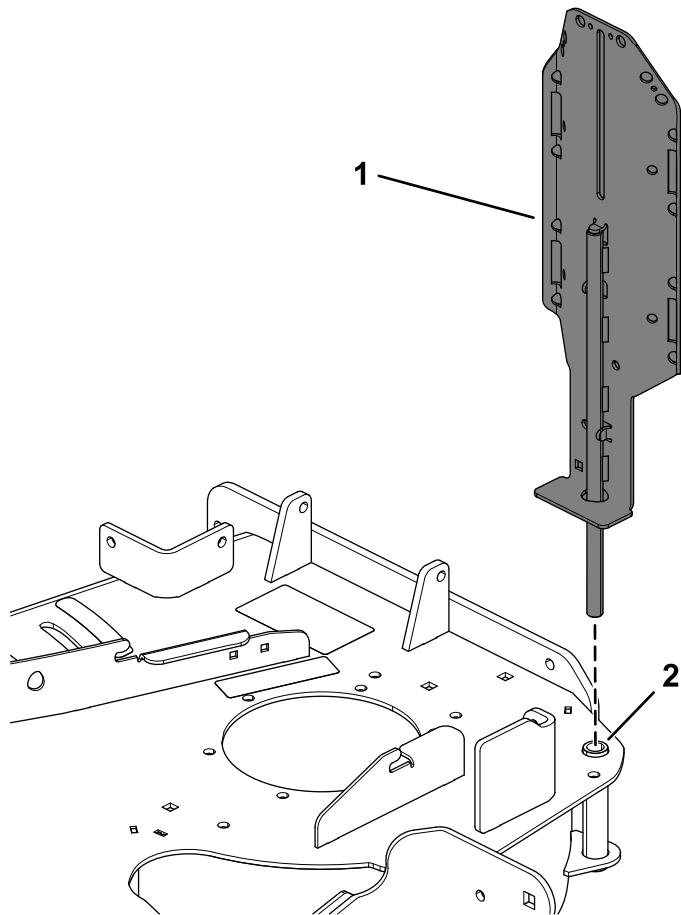

Figure 2
1. Installez le support du porte-seau dans le trou de fixation sur le tablier, près de la plaque d'éjection (Figure 2).